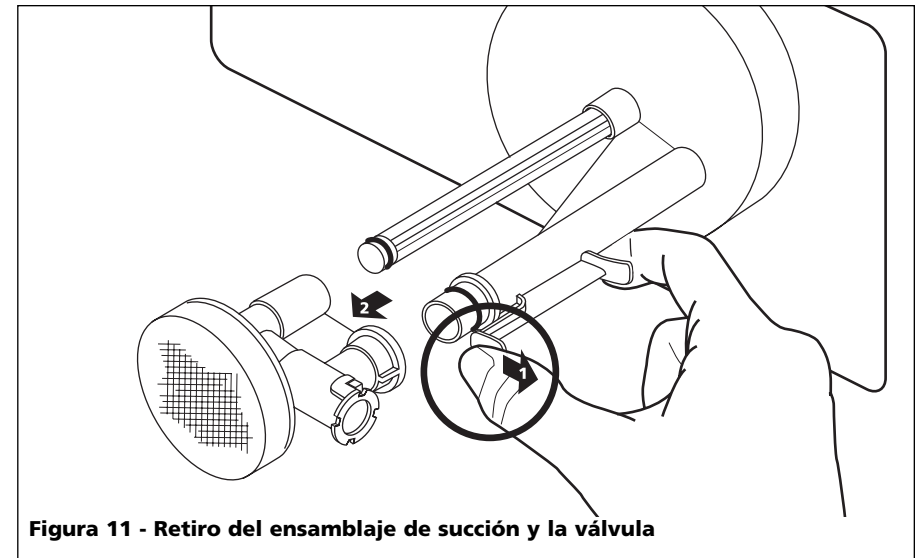

Figura 11 - Retiro del ensamblaje de succión y la válvula
1. Retire la válvula y el ensamblaje de succión como se muestra en la figura 11.